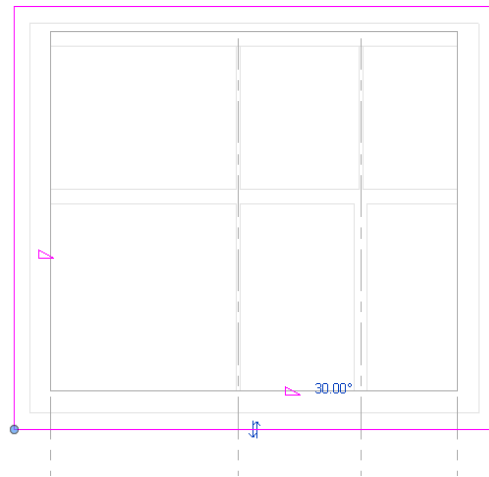

Рис. 66
5. Провести замкнутую линию по периметру стен (рис. 66).